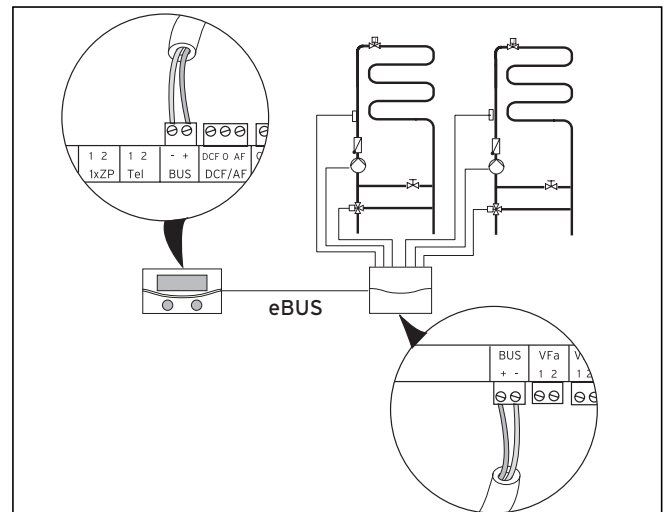

Abb. 7.13 Weitere Mischerkreise mit VR 60 installieren
- Entnehmen Sie den Systemaufbau → **Abb. 7.13**. Beachten Sie die → **Montageanleitung** des Mischermoduls.